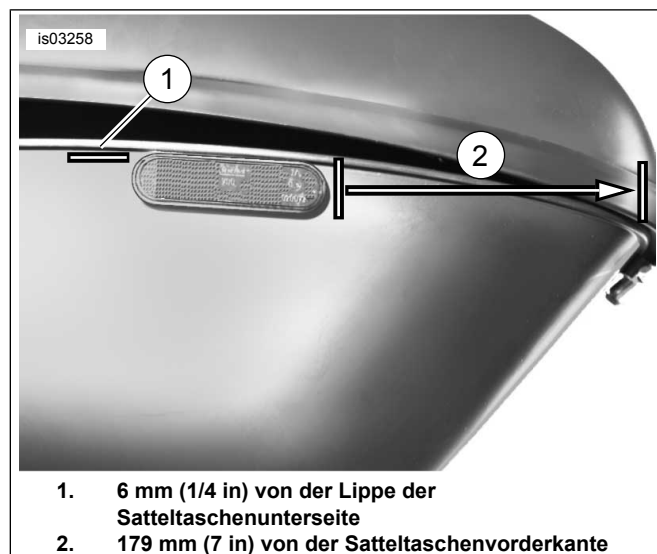

Abbildung 15. Den Reflektor an der Satteltasche anbringen.
1. Siehe Abbildung 15. Den Reflektor ca. 179 mm (7 in) von der Satteltaschenvorderkante und 6 mm (1/4 in) von der Lippe der Satteltaschenunterseite anbringen.